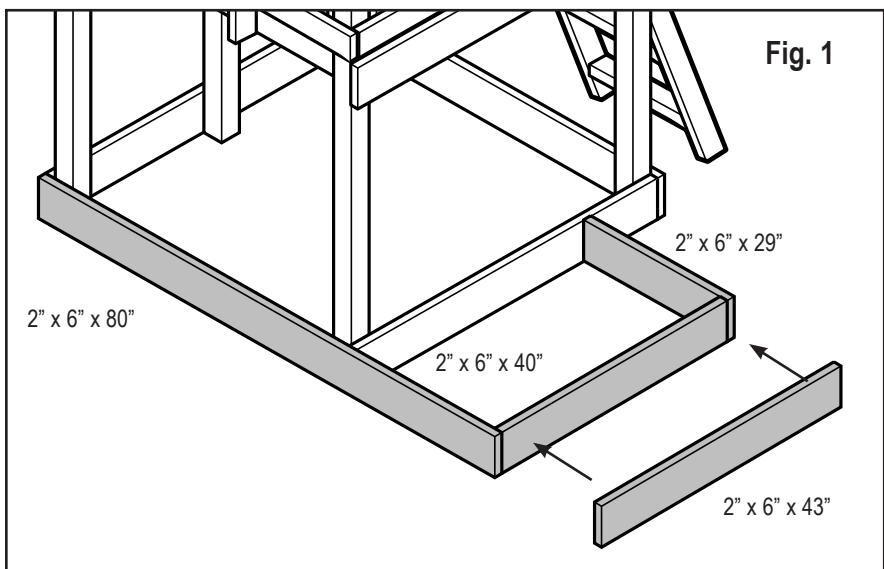

Fig. 1
3. Sujete una tabla de 2" x 6" x 80" a la base como se indica en Fig. 1 usando cuatro tornillos de 2" en cada unión. Taladre a través de los huecos existentes en el poste y a través de la nueva tabla de base. Inserte los pernos de carro que se quitaron previamente y sujetelos usando los herrajes que se quitaron previamente.
4. Sujete maderos que quedan a la unidad como se muestra en Fig. 1 usando tres tornillos de 2" por unión.